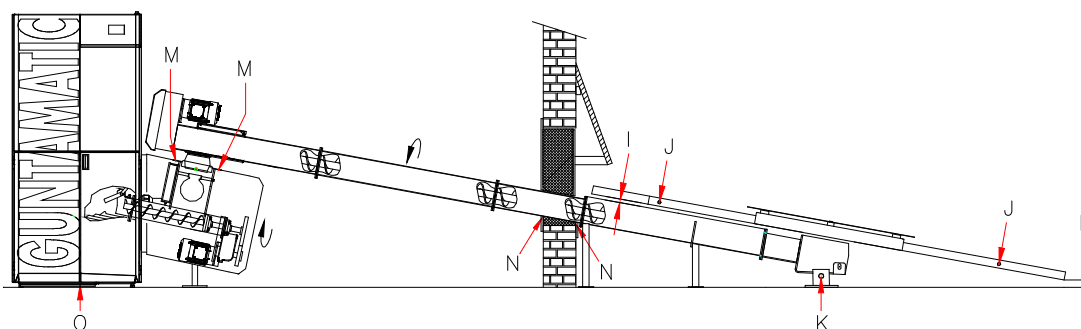

Abb.9
8. A keverő az óramutató járásával megegyező irányban forog, lásd az 5. ábrát. Szerelje fel a rugós karokat a keverőre úgy, hogy a leghosszabbak egymással szemben legyenek felszerelve. A rugókaroknak 15-20 mm-rel kell futniuk az elszívócsiga felett, lásd (I) 9. ábra Ne húzza meg a csavarokat (J) Fig.9 a rugókarokon. A keverőn a 9. ábra lábait (K) úgy kell beállítani, hogy a leghosszabb rugókar kb. 3-4 cm-rel a padló felett fusson, lásd (L) 9. ábra.
9. Rögzítse légmentesen a meghajtó egységet a fűtőegységen M08x100/140 mm csavarokkal, lásd (M) 9. ábra. A meghajtóegységet mindig egyenesen szerelje fel. Lásd a 6. ábrát.
12. Zárja le az alábbi fali nyílást, lásd (N) 9. ábra, a nyomócsavar körül közetgyapottal, és fedje le a nyílást mindkét oldalon a mellékelt fedőlemezekkel. Ehhez a fedőlemezeknek ennek megfelelően törje ki a perforációkat.
13. M8 x 16 csavarokkal csavarja a kazánhoz az alsó lemez rögzítőelemeit, lásd 8. ábra, és csúsztassa be az alsó lemezt az alábbi szigeteléssel, lásd (O) 9. ábra.
14. Az ellenőrző nyílás válaszfalát (P), lásd a 7. ábrát, a helyszínen kell előállítani, és megakadályozza, hogy ellenőrizetlen tüzelőanyag kifolyjon a kazánházba. A nyomócsavar felett 40 cm-re, a tároló helyiség falától 40 cm-re és 80 cm szélesre kb. 20°-os szögben 3 cm vastag ferde deszkát kell beépíteni. A szerkezetet megfelelően rögzíteni és megfelelően alá kell támasztani az alsó oldalon.